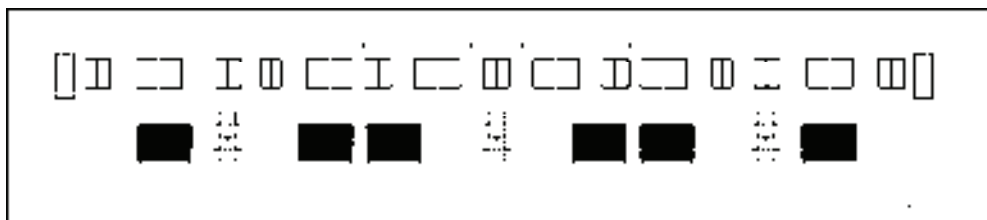

图 14-127 绘制结果
2) 重复上述操作, 绘制立面图左边的坡道示意线, 结果如图 14-127 所示。